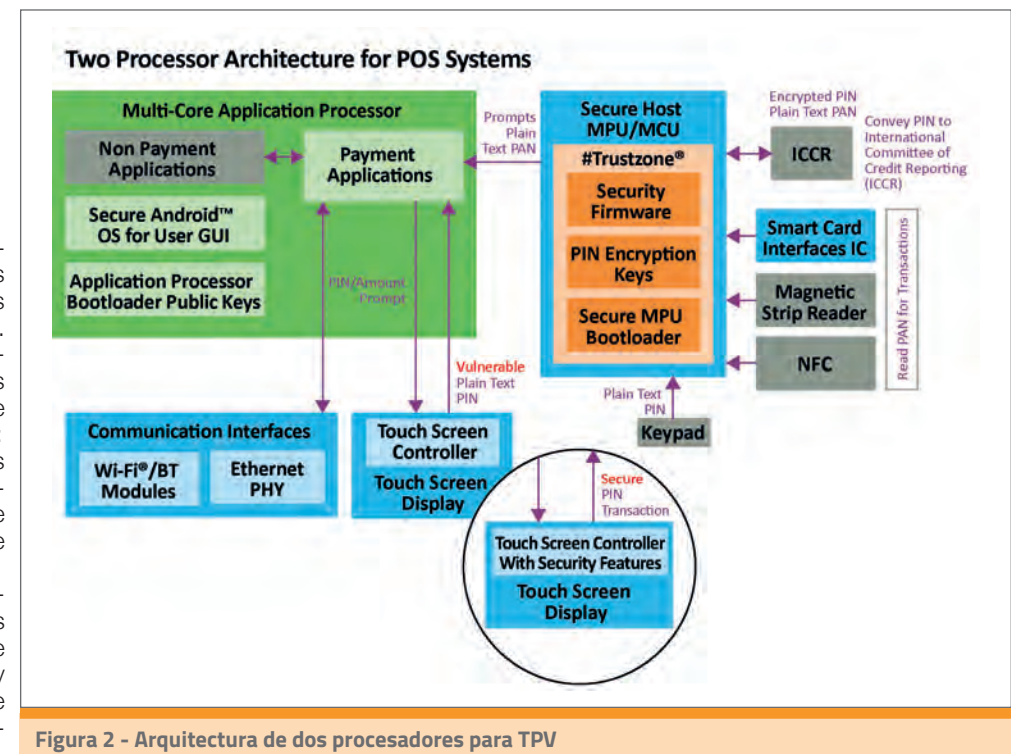

Figura 2 - Arquitectura de dos procesadores para TPV
- Figura 2 - Arquitectura de dos pisos